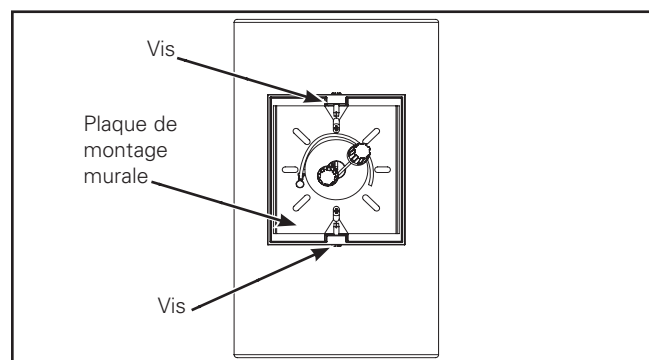

Figure 1.
2. Montez l'assemblage du boîtier du cylindre au mur en serrant les vis du dessus et du dessous de la base à bras pour enclencher la plaque de montage (Figure 1.).